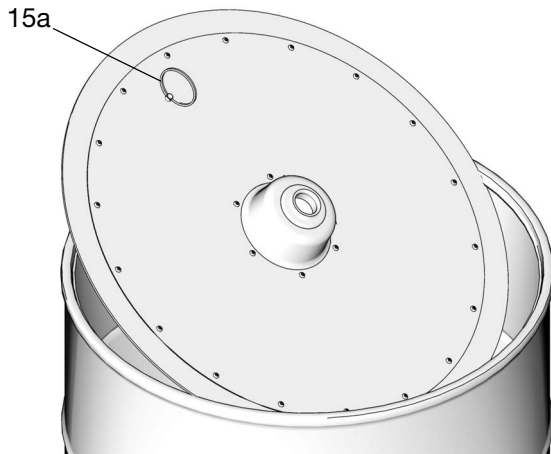

FIG. 25
4. Si se trata de una instalación existente, acceda al bidón y tire hacia arriba del anillo del plato seguidor (15b) para retirar el plato seguidor (15), a continuación, ponga el plato seguidor sobre un trozo de papel, cartón o trapos limpios. No lo coloque sobre el piso del taller (FIG. 25).